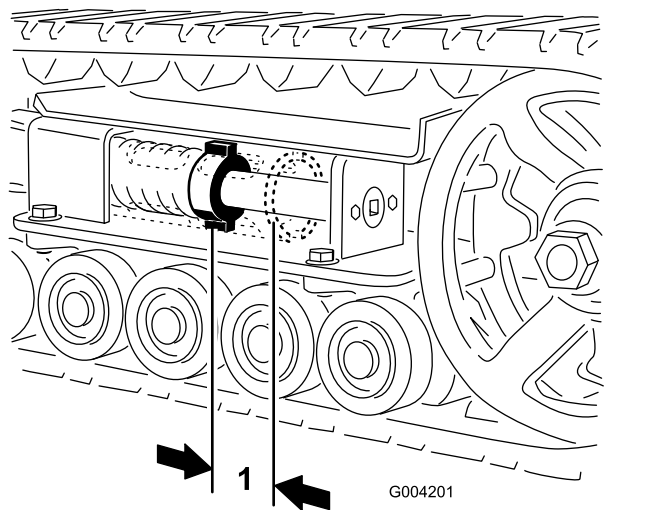

Figura 44
Deve essere presente uno spazio di 7 cm tra il dado di tensione e la parte posteriore del tubo di tensione (Figura 44). In caso contrario, regolare la tensione dei cingoli eseguendo la procedura di seguito riportata:
5. Utilizzando un cricchetto di trasmissione da 1/2", ruotate la vite di tensione in senso antiorario, fino a quando la distanza tra il dado di tensione e la parte posteriore del tubo di tensione (Figura 44) non è pari a 7 cm.
12. Ruotate la vite di tensione in senso antiorario, fino a quando la distanza tra il dado di tensione e la parte posteriore del tubo di tensione (Figura 44) non è pari a 7 cm.
- Ruotate la vite di tensione in senso antiorario, fino a quando la distanza tra il dado di tensione e la parte posteriore del tubo di tensione (Figura 44) non è pari a 7 cm.